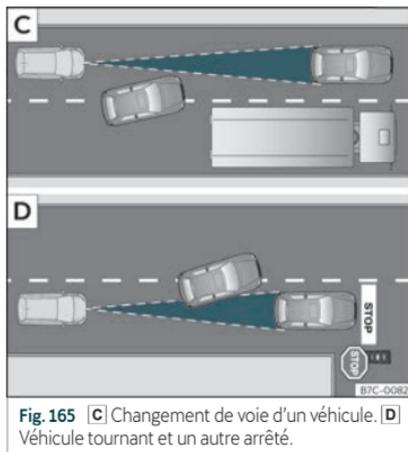

Fig. 165 [C] Changement de voie d'un véhicule. [D] Véhicule tournant et un autre arrêté.
- Véhicules changeant de voie pour aller sur la vôtre, à courte distance de votre véhicule » » **fig. 165** [C].
L'ACC ne réagit pas face à des véhicules arrêtés. Par ex., si un véhicule détecté par l'ACC tourne ou se détache et que devant ce dernier se trouve un véhicule à l'arrêt, l'ACC ne réagira pas face à celui-ci»» fig. 165 [D].